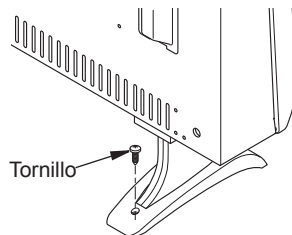

Figura 14 - Fijar el calentador al piso
- Coloque el calentador en la ubicación deseada. Asegure las patas de base en el suelo mediante el uso de dos tornillos de cabeza autorroscantes Phillips (incluidos) (consulte la Figura 14).